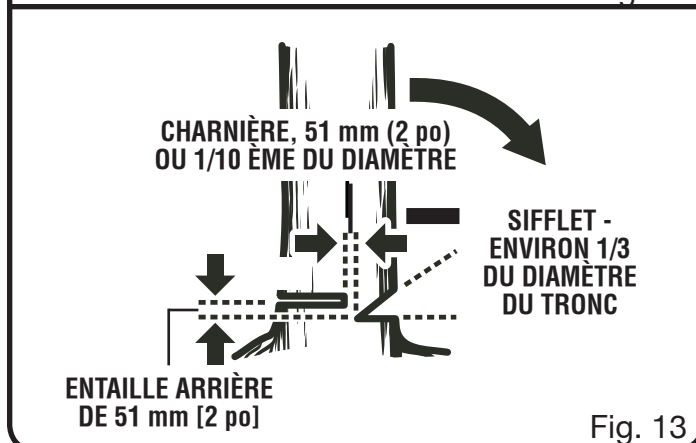

Fig. 13
- **Entaille de dessous.** Pratiquer une entaille d'environ le tiers du diamètre du tronc, perpendiculairement à la ligne de chute. Veiller à ce que les entailles du sifflet se rejoignent à angle droit par rapport à la ligne de chute. Le sifflet doit être taillé de façon à présenter une ligne droite. Pour empêcher le pincement de la scie sous le poids du bois, toujours effectuer l'entaille inférieure en premier. Voir la figure 13.
- **Entaille d'abattage.** L'entaille d'abattage doit toujours être de niveau et horizontale et effectuée à au moins 51 mm (2 po) au-dessus de l'entaille horizontale du sifflet. *Voir les figures 13 et 14.*
- Ne jamais couper jusqu'au sifflet. Toujours laisser une épaisseur de bois d'environ 51 mm (2 po) ou 1/10ème du diamètre du tronc entre l'entaille d'abattage et le sifflet. Ceci s'appelle une « charnière ». Cette charnière contrôle la chute de l'arbre et empêche le tronc de glisse, de pivoter ou de basculer sur la souche. *Voir les figures 13 et 14.*